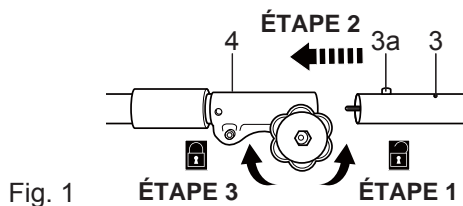
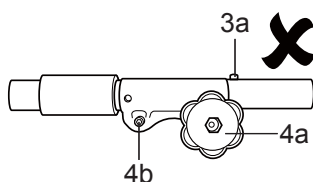

Fig. 1
Fig. 2
- > Desserrez le bouton [4a] (Fig. 1, étape 1).
- > Alignez la bague de verrouillage [4] avec le tube du bas [3] et emboîtez les deux pièces (Fig. 1, étape 2). L'ergot [3a] doit ressortir par le trou prévu à cet effet (Fig. 2, 3).
- > Verrouillez la connexion en resserrant le bouton [4a] (Fig. 1, étape 3).